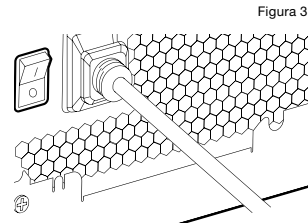

Figura 3
4. Encienda el equipo accionando el interruptor de encendido de la PSU. El motor de la bomba se cebará con el refrigerante del depósito y comenzará a fluir a través del sistema. APAGUE antes de vaciar el depósito. No deje que la bomba funcione en seco o sin refrigerante en el depósito, ya que esto dañaría la bomba (Figura 3)!